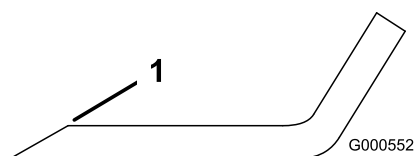

Figure 62
1. Au moyen d'une lime, aiguissez les tranchants aux deux extrémités de la lame (Figure 62).
Remarque: Si la lame est déséquilibrée, limez un peu l'extrémité de l'ailette seulement (Figure 62).